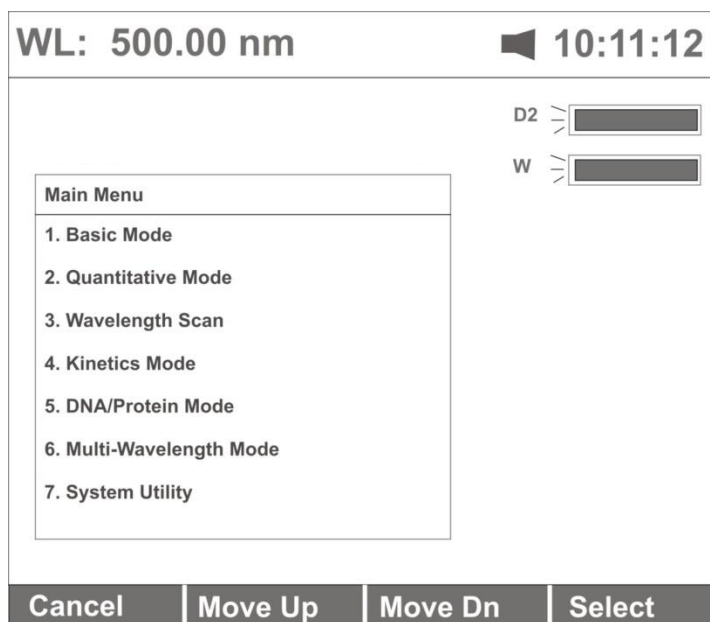

Рис. 7.
После окончания калибровки раздастся звуковой сигнал и прибор выйдет на рабочий режим. На дисплее появится главное меню (рис.7).
Для отказа от калибровки выберите пункт «No», затем нажмите клавишу [ВВОД]. Прибор выйдет на рабочий режим. На дисплее появится главное меню (рис.7).
Выбор режима работы осуществляется через главное меню (рис.7), содержащее следующие пункты:
*Примечание: в качестве примера используется режим «Сканирование спектра»(3). Переход в режим сканирования осуществляется нажатием клавиши **[3]** из главного меню, показанного на рис.7.*
Примечание: в качестве примера используется режим «Сканирование спектра»(3).Переход в режим сканирования осуществляется нажатием клавиши [3] из главного меню, показанного на рис.7.